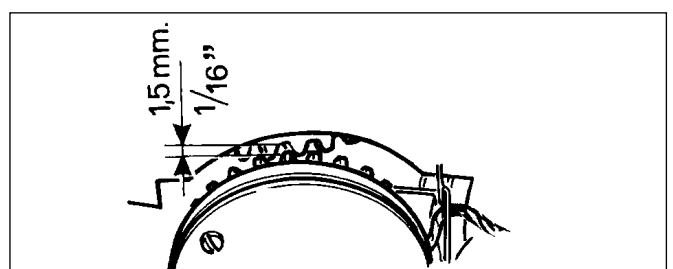

Abb. 18
- Falls sich das Zugseil nicht von allein wiederaufwickelt, prüfen Sie: den Mitnehmer (4); falls dieser durchdreht, ziehen Sie die Mittelschraube (3) an. Bewegt sich die Achse, tauschen Sie den Starterhalter (11) aus.
- Bei nicht eingreifender Verzahnung prüfen Sie: den Abstand zwischen Zahnkranz- und Schwungradzähnen; dieser sollte nicht mehr als 1,5 mm (1/16") betragen (Abb. 18). Um den Zahnabstand einzustellen, ziehen Sie die Schraube nach; hat sich die Bremsfeder gelöst, tauschen Sie diese aus und prüfen Sie die Bremswirkung am Zahnkranz.